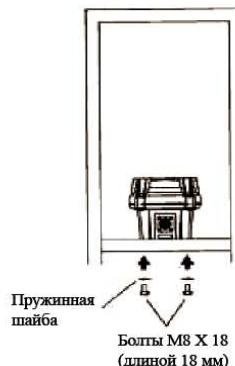

Рисунок 10
2. Закрепите поворотное устройство на монтажной плате опоры с помощью болтов M8 X 18 и пружинных шайб из комплекта поставки. Рекомендуется слегка смазать концы болтов тавотом, что в будущем облегчит демонтаж (см. Рисунок 10).